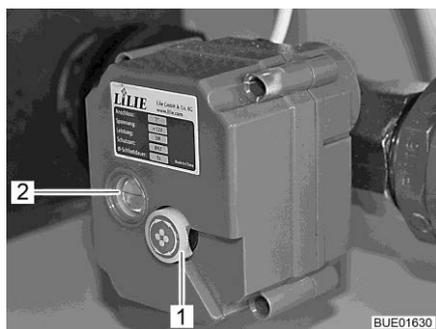

Fig. 198 Robinet de vidange à commande électrique
Une ligne rouge dans le regard (Fig. 198,2) du robinet de vidange à commande électrique indique la position du robinet :
- Tirer la molette (Fig. 198,1) du robinet de vidange à commande électrique vers l'extérieur et la faire tourner (peu importe le sens de rotation).